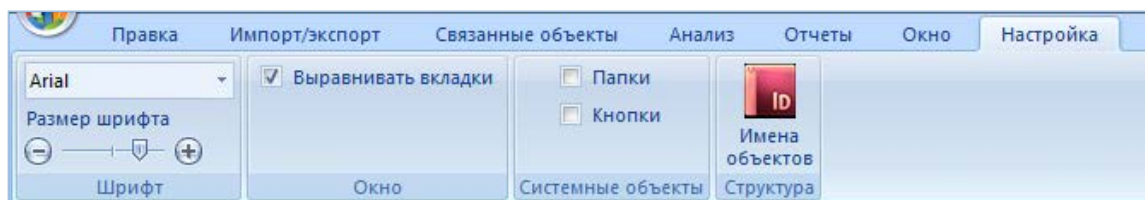

Рис. 5-30 – Кнопка «Имена объектов» вкладки «Настройка»
- 2) Выбрать функциональную вкладку «Настройка», затем на панели «Структура» нажать кнопку «Имена объектов» (рис. 5-30).